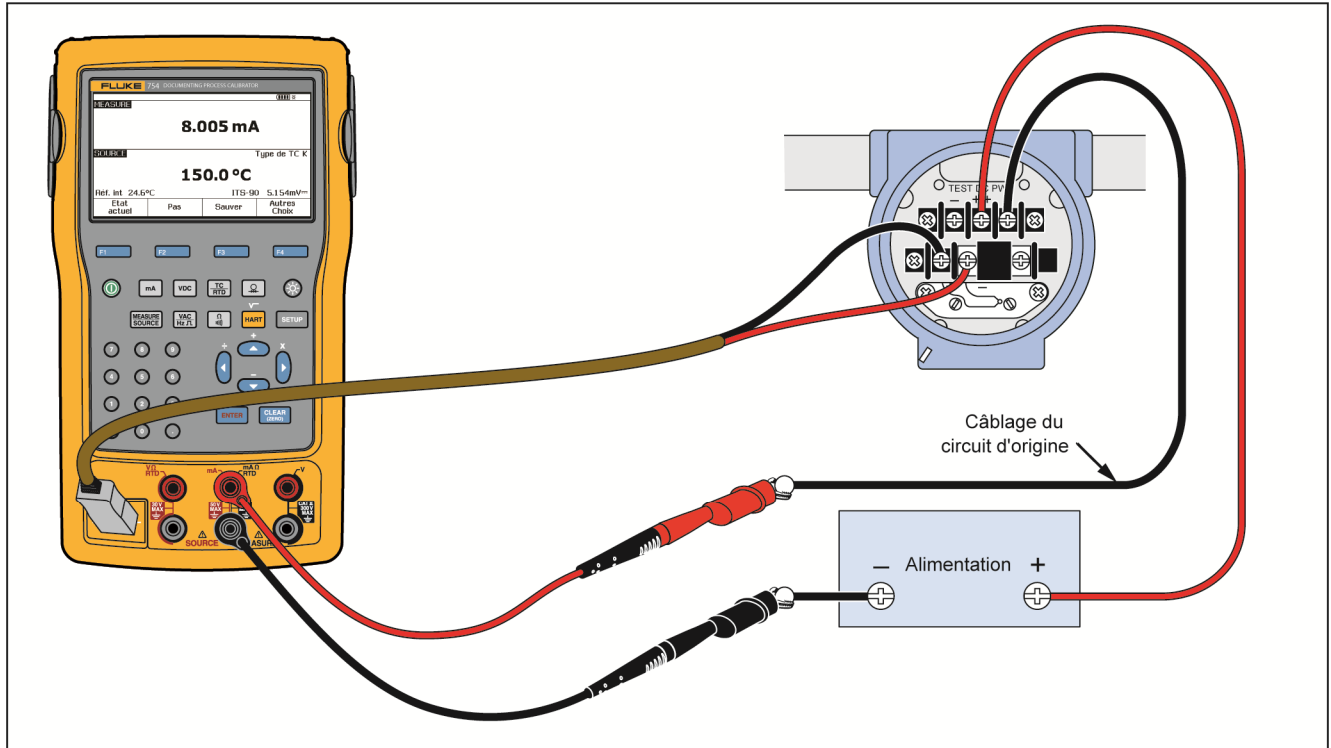

Figure 28. Étalonnage d'un transmetteur de température de thermocouple
1. Raccordez les cordons de mesure à l'instrument contrôlé, comme l'illustre la Figure 28. Les connexions simulent un thermocouple et mesurent le courant de sortie correspondant.